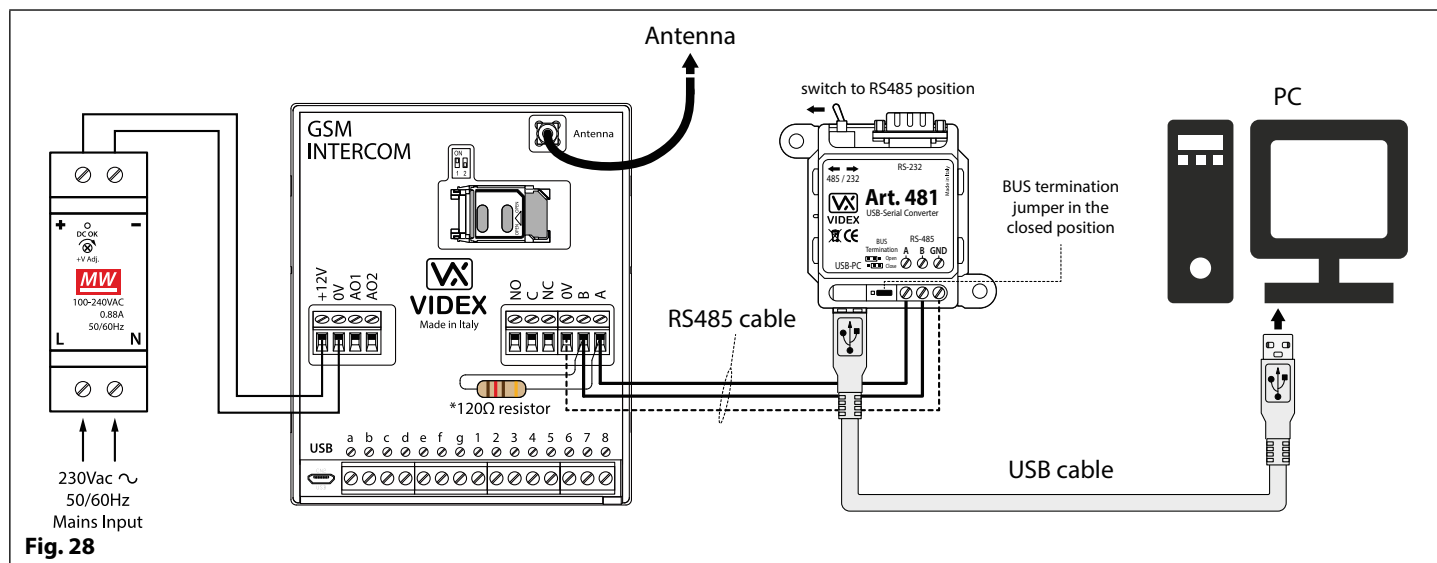

Fig. 28
De module GSM PRO kan ook aangesloten worden met een RS485-busaansluiting via een RS485 -USB omzetter (Art.481) zoals geïllustreerd in **Fig.28**. Deze aansluitmethode, zoals optie 1, kan gebruikt worden voor het programmeren en instellen van de GSM-module, maar kan ook gebruikt worden wanneer een permanente verbinding met een PC nodig is om te monitoren en event logs te downloaden. Wanneer de GSM-module op deze manier aangesloten wordt, kan hij enkel aangesloten worden als een 'one-to-one' busaansluiting op de PC. Een andere module GSM PRO **kan niet** aangesloten worden op dezelfde RS485-bus van de PC.
*Voor een klem end-of-line moet een weerstand van 120 Ohm gemonteerd worden op de RS485-klemmen A en B, zoals geïllustreerd in **Fig.28**.